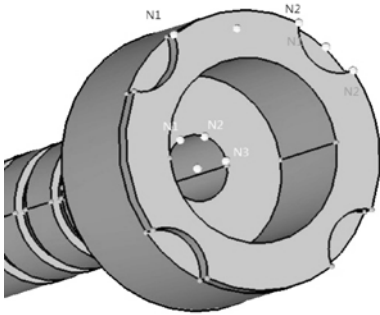
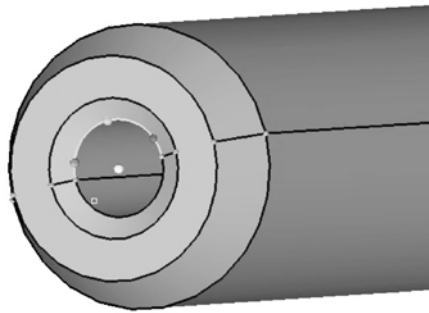

图 5-77 生成圆心临时节点 1
图 5-78 生成圆心临时节点 2
- (1) 进入 geom>distance 面板。
- (2) 选择 two nodes 子面板。
- (3) 激活 N1 节点选择器。
- (4) 依次选择如图 5-77 所示曲线上两个节点。
- (5) 单击 nodes between 按钮，生成中间临时节点。
- (6) 重复第 (5) 步，在如图 5-77 所示曲线上两点间生成中间临时节点。
- (7) 选择 three nodes 子面板。
- (8) 激活 N1 节点选择器。
- (9) 依次选择如图 5-77 所示圆曲线上任意 3 个节点。
- (10) 单击 circle center 按钮，生成圆心临时节点。
- (11) 重复第 (9) 步，在如图 5-78 所示圆曲线的圆心处生成临时节点。
- (12) 单击 return 按钮。